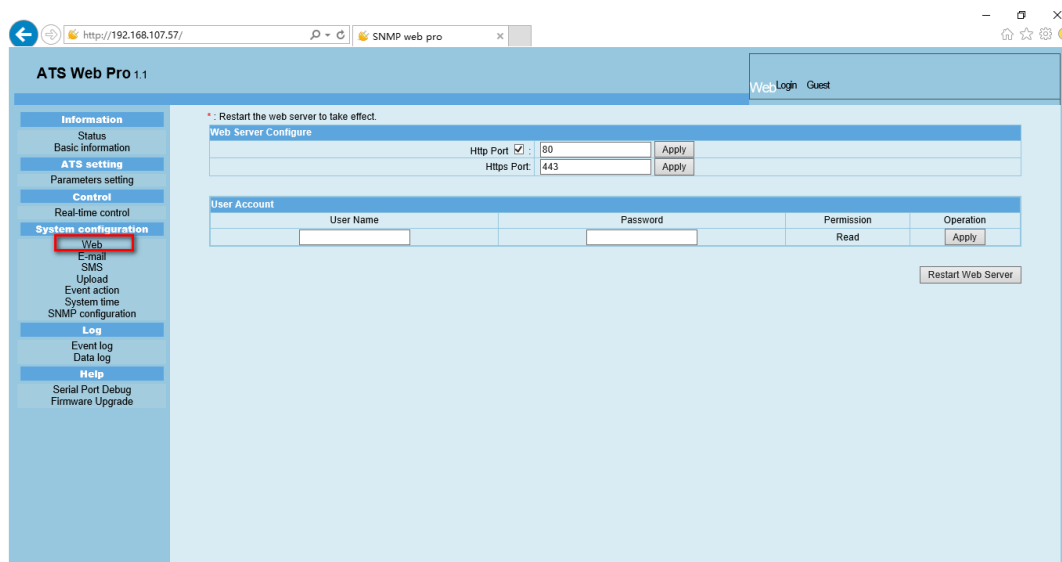

Рис. 3-5
Он настраивает полномочия доступа к **SNMP-MCY-EN**. Пожалуйста, введите идентификатор доступа (ID) и пароль в каждую колонку. Нет никаких ограничений на контроль доступа в настройках по умолчанию, он также разрешен для модификации http и https. Значение по умолчанию значение равно 80 для http-порта и 443 для https-порта. Если какие-либо изменения для добавления веб-пользователей, удаления веб-пользователей или повторной настройки порта, необходимо нажать кнопку "Перезапустить веб-сервер", чтобы перезапустить веб-сервер и активировать все модификации. См Рис. 3-5